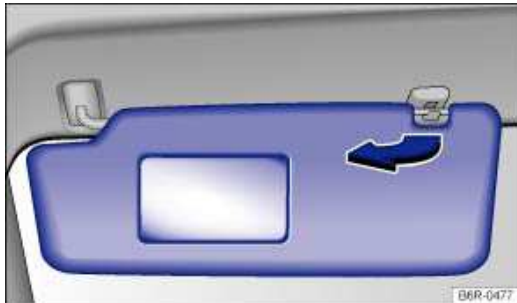

Abb. 69 Sonnenblende (linke Seite). Rechte Seite ist spiegelbildlich.
- Aus der Halterung herausziehen und zur Tür schwenken → Abb. 69 (Pfeil).